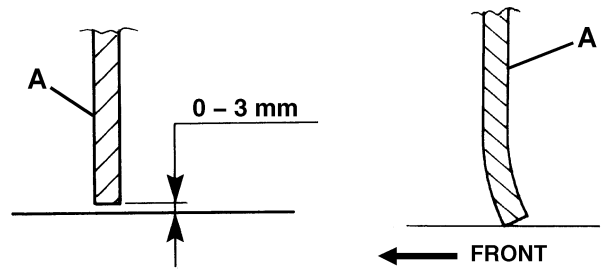

Abbildung 14
4. Prüfen, ob die Bodenfreiheit der Seitenflaps (13 und 14) von 0 bis 3 mm (A, Abb. 14) liegt. Wenn nötig, die Flapshöhe einstellen und folgendermaßen vorgehen.
- Der Hinterflap (A, Abb. 14) eine Bodenfreiheit zwischen 0 und 3 mm (siehe Abbildung) aufweist.